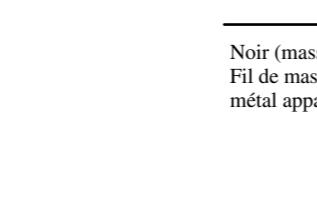

Fig. 1
• Si se instala esta unidad en un vehículo que no tiene una posición ACC (accesorio) en el interruptor de encendido, el conductor rojo de la unidad deberá conectarse al terminal conectado con las operaciones del interruptor de encendido ON/OFF. Si no se hace esto, la batería del vehículo podría drenarse cuando usted esté lejos del vehículo por varias horas. (Fig. 1)